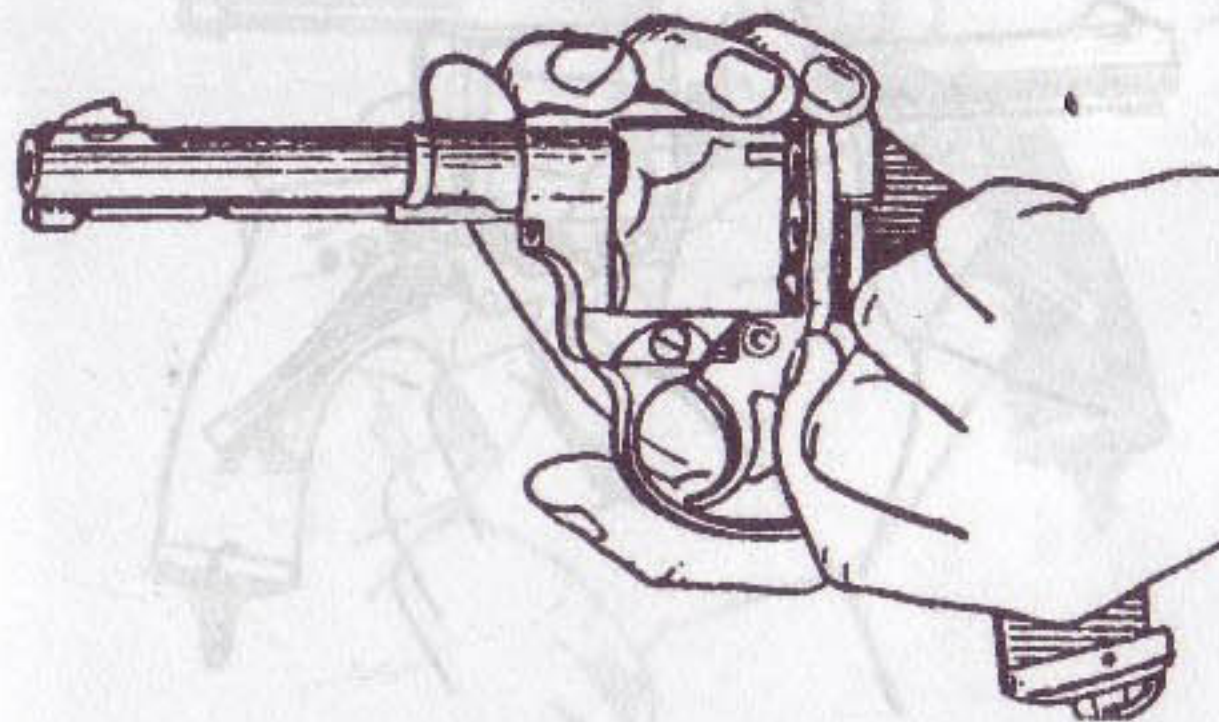

Рис. 68. Как вынуть собачку
- ♦ вынуть собачку-храповик, для чего повернуть ее «на себя от барабана» и вытянуть из отверстия спускового крючка из-под боевой пружины (рис. 68);